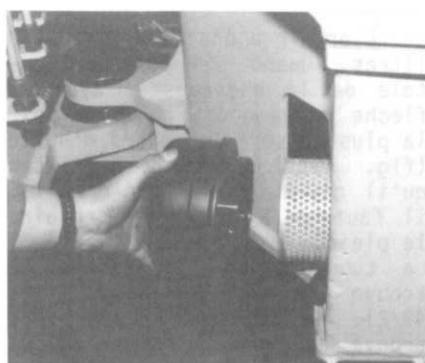

Bild 52
- (3) Staubsammler abziehen, Zykloneinsatz aus dem Staubsammler aushebeln und beide Teile reinigen (Bild 52)
(3) Retirer le godet à poussière. Enlever la cartouche "Cyclone" du godet à poussière. Nettoyer ces deux pièces (fig. 52).